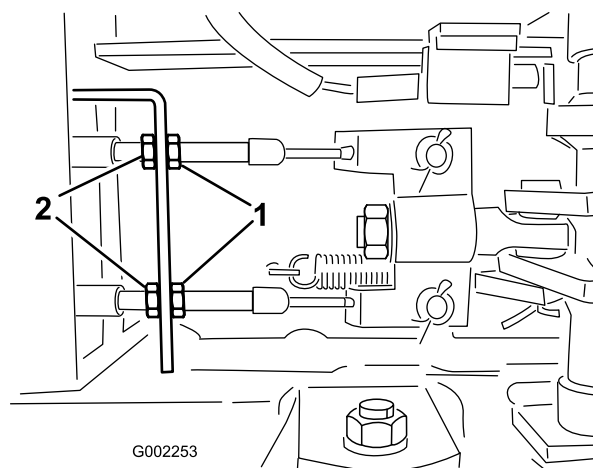

図 54
5. ブレーキ・ケーブルの車両前端側にある前ナットをゆるめる（図 54）。
6. 後ナットを均等に締めて、ブレーキ・ペダルの遊びを1～2 cm に調整する（図 54）。